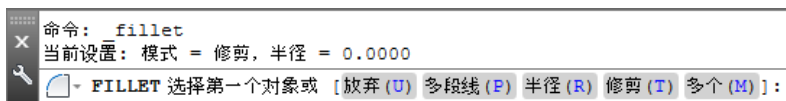

图 6.5.10 命令行提示
Step3. 设置圆角半径。系统命令行提示图 6.5.10 所示的信息，在此提示下输入字母 R，即选择“半径(R)”选项，并按 Enter 键；在 **指定圆角半径 <0.0000>** 的提示下，输入圆角半径值 6 并按 Enter 键。
注意：图 6.5.10 所示的提示信息的第一行提示用户当前圆角半径值为 0，修剪模式为“修剪”，第二行是圆角的一些选项。
Step4. 选取圆角边线进行倒圆角。在图 6.5.10 所示的提示下，单击第一对象，即图 6.5.9b 中的水平边线；在 **选择第二个对象，或按住 Shift 键选择对象以应用角点或 [半径(R)]**：的提示下，单击第二对象，即图 6.5.9b 中的垂直边线。